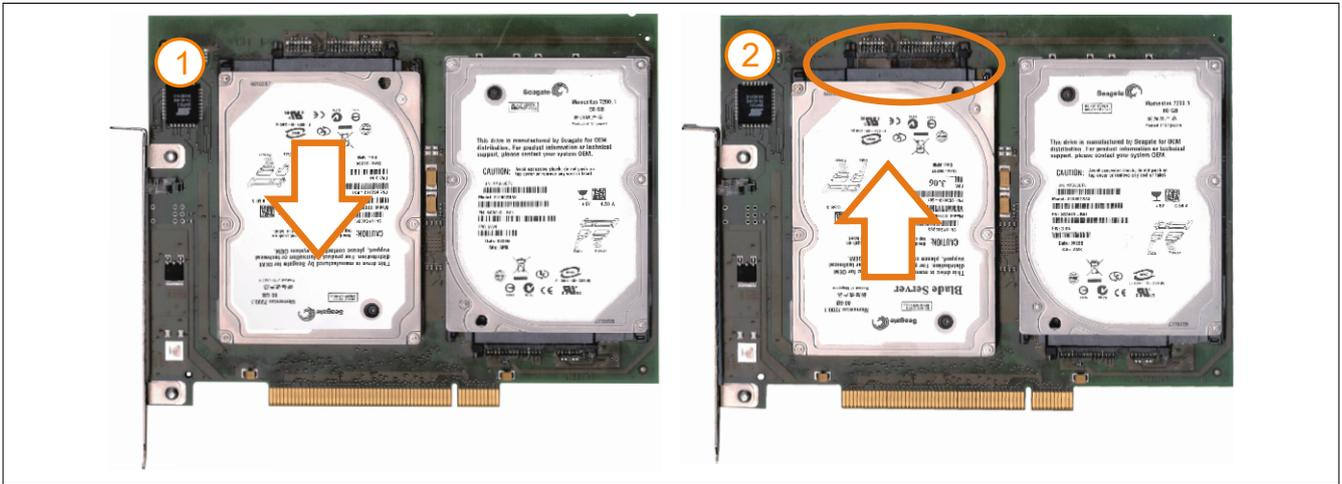

Abbildung 210: Hard Disk Tausch
6. Vorderseitig die Hard Disk nach unten hin wegschieben (Abb. 210: Hard Disk Tausch - linkes Bild).
7. Neue Hard Disk vorsichtig in die Steckverbindung (Abb. 210: Hard Disk Tausch - rechtes Bild) aufstecken und dabei die Hard Disk nur an der Stirnseite, nicht an der Oberseite, berühren.